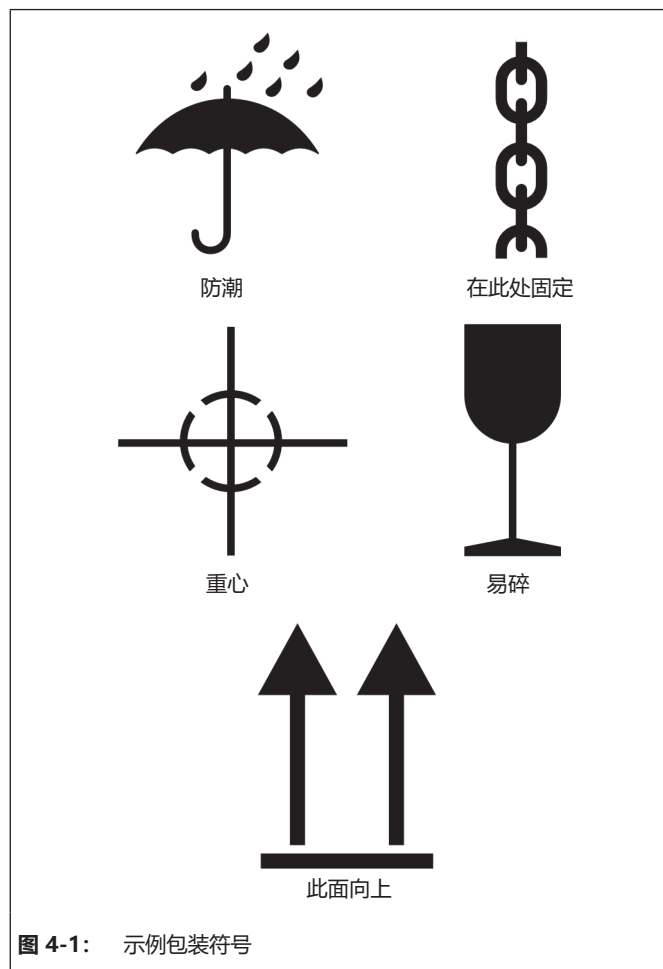

图 4-1: 示例包装符号
- ⇒ 将吊索扣紧到每个外壳法兰以及起重机或叉车的悬吊元件（例如，挂钩），请参见图 4-1。